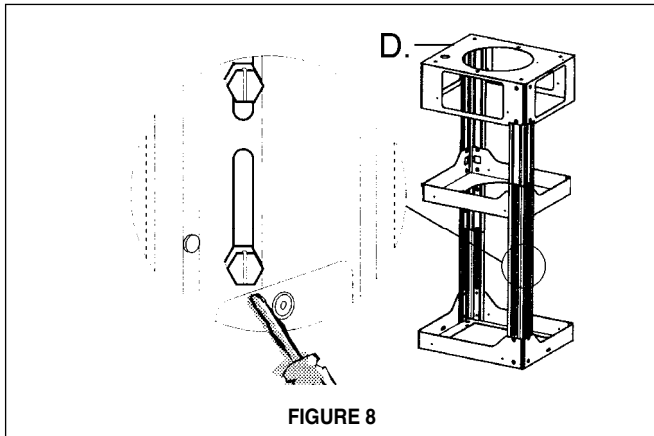

FIGURE 8
6. Déterminer l'emplacement approprié pour le câble d'alimentation, tel qu'il est indiqué sur le gabarit. Utiliser un foret de 1 1/4 po pour faire un trou et y passer le câble d'alimentation. Utiliser de la pâte à calfeutrer pour sceller tout autour du trou. **NE PAS mettre en circuit tant que l'installation n'est pas complétée.** Une pastille enfonçable est prévue en haut de le TREILLIS (D de la FIGURE 8) pour le câble d'alimentation.
8. Installer le TREILLIS (D de la FIGURE 8) au plafond en s'assurant qu'il le soit de façon sécuritaire. Déterminez la longueur désirée du TREILLIS et ajustez la longueur de l'appui en enlevant les quatre vis (de la FIGURE 8) avec un tournevis à lame plate. Une fois la longueur du TREILLIS est déterminée, installe et serre les quatre vis.